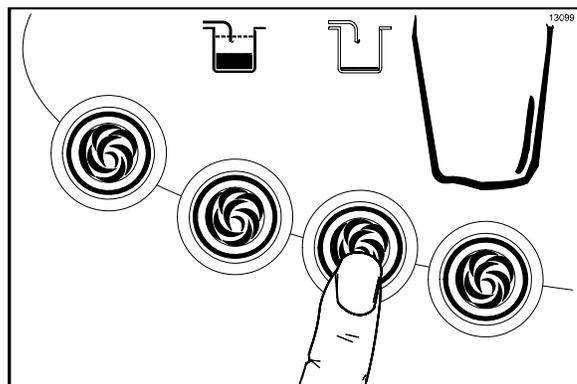

図36
24. 選択するシロップフレーバーのキーを押します。選択したキーが点灯し、シロップポンプが最高速度で作動します(図36を参照)。